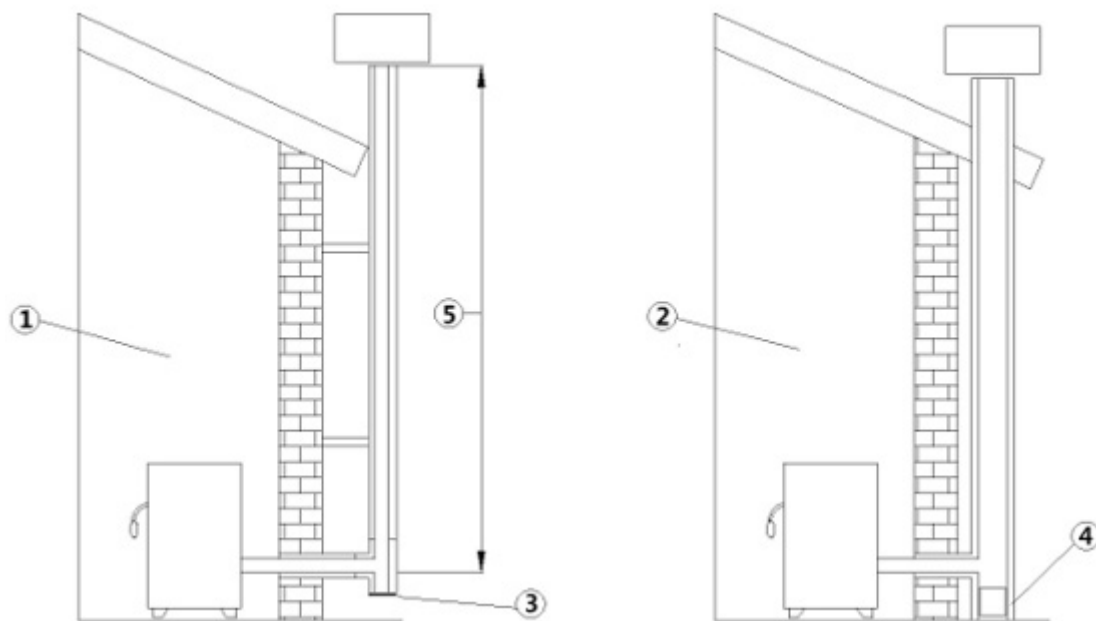

Fig. 3 - Rookkanalen
LEGENDA Fig. 3
- Het rookkanaal moet enkelvoudig zijn (zie **Fig. 3** met geïsoleerde inox-buizen (1) of op een bestaand rookkanaal (2).
- Beide oplossingen moeten een inspectiedop (3) en/of een inspectieluikje (4) bezitten.